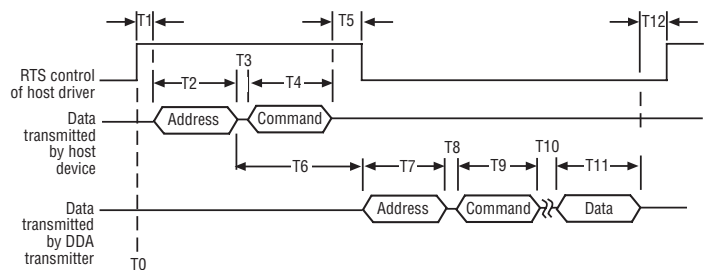

Abb. 5: Informationen zur zeitlichen Organisation des Netzwerkprotokolls
Die Zeitsequenzen des Netzwerkprotokolls (Abfragesequenzen) sind in Abbildung 5 dargestellt. Diese zeitliche Darstellung der Datenübertragungssequenzen liefert auch Informationen dazu, wie der Host-Computer die RS-485-Kommunikationskarte steuert, und veranschaulicht die mittels Treiber aktivierte Steuerung über die RTS-Steuerverleitung.
1. Die Sequenz beginnt, wenn der Host seinen RS-485-Treiber aktiviert, um die Adress-/Befehlsbytes zu übertragen (siehe Zeitlinie „T0“ in Abbildung 5).
Viele verfügbare Kommunikationskarten (Leitungstreiber), die mit dem Host-Computer verwendet werden können, nutzen einen speziellen Steuerleitungseingang, um die Aktivierung und Deaktivierung des RS-485-Treibers zu steuern. Dieser Eingang ist typischerweise mit der RTS- oder DTR-COM-Port-Steuerverleitung des Computer verbunden. Auf diese Weise kann der Computer den Zustand des Treibers steuern, indem er über die Software zwischen den RTS- oder DTR-Signalleitungen umschaltet. Ein Beispiel für dieses Steuerungsverfahren sehen Sie in Abbildung 5. Je nach Hersteller des Geräts werden auch andere Steuerungsverfahren eingesetzt.